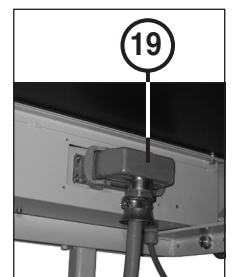

fig. 9
4. Enfoncer et verrouiller la fiche de raccordement du compacteur dans la prise (19) se trouvant sur la paroi intérieure droite de boîtier du destructeur de documents (fig. 9).